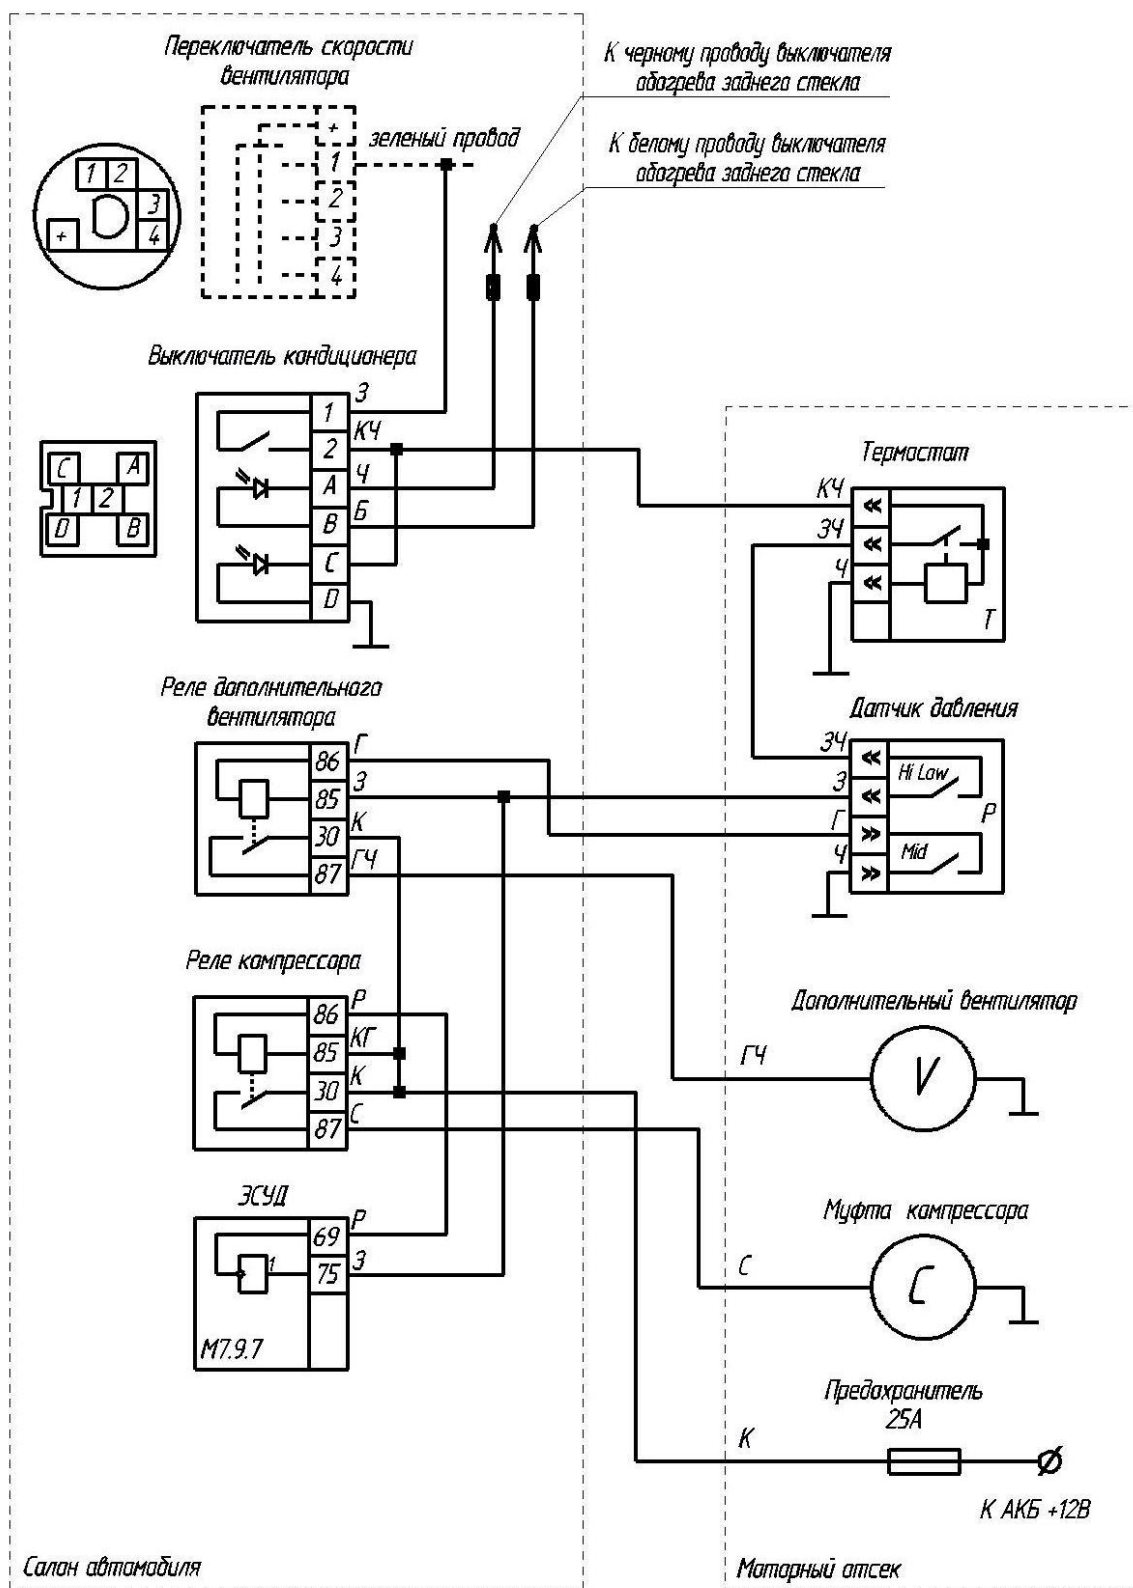

Рис.7 Схема электрических подключений кондиционера
3.16.1 Произвести присоединение жгута проводов кондиционера согласно схеме, приведенной на рис.7.